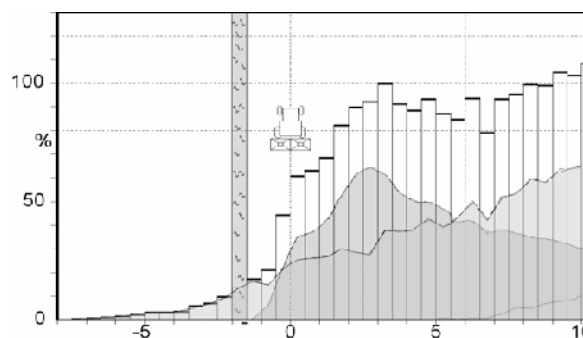
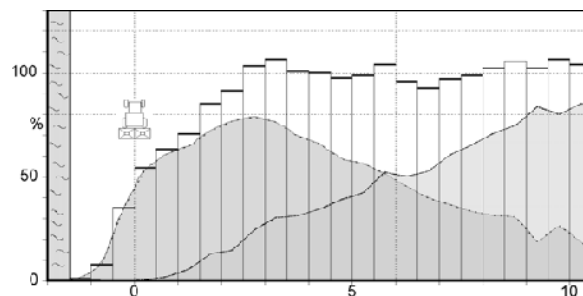

Fig. 16
Fig. 17
- Fahrgassen in Abständen von 10 bzw. 12 m anlegen (Fig. 16 und Fig. 17).
Bei der OM 10-16 beträgt die Wurfweite ca. 36 m (vgl. Fig. 17). Dadurch ergeben sich bei 15 und 16 m große Überlappungsbereiche, die für eine gleichmäßige Düngerausbringung vorteilhaft sind. Bei 10 und 12 m Arbeitsbreite kann diese große Wurfweite nachteilig sein, besonders beim Einsatz des Grenzstreuschirmes.
So ist z.B. das Grenzstreuen (mit Grenzstreuschirm) auf 1,5 m Abstand bei 16 m Fahrgassen gut, da kein Dünger über die Feldgrenze geworfen wird. Wird jedoch mit der selben Schaufelstellung (bei einigen Düngersorten, z.B. KAS, ist es möglich, mit der selben Schaufelstellung eine optimale Querverteilung bei 10-16 m Arbeitsbreite zu erzielen) auf 12 m oder auf 10 m Fahrgassenabstand gefahren, werfen die OM 10-16 bei der Rückfahrt beachtliche Düngermengen (ca. 4,5 bzw. 6,5 m weit) über die Grenze hinweg (siehe Fig. 16).
Da laut Düngeverordnung das Düngen über die Feldgrenze hinaus nicht erlaubt ist, ist eine Einhaltung der Verordnung für die oben genannten Einsatzfälle nur durch den Einsatz der OM 10-12 möglich (siehe Fig. 16).